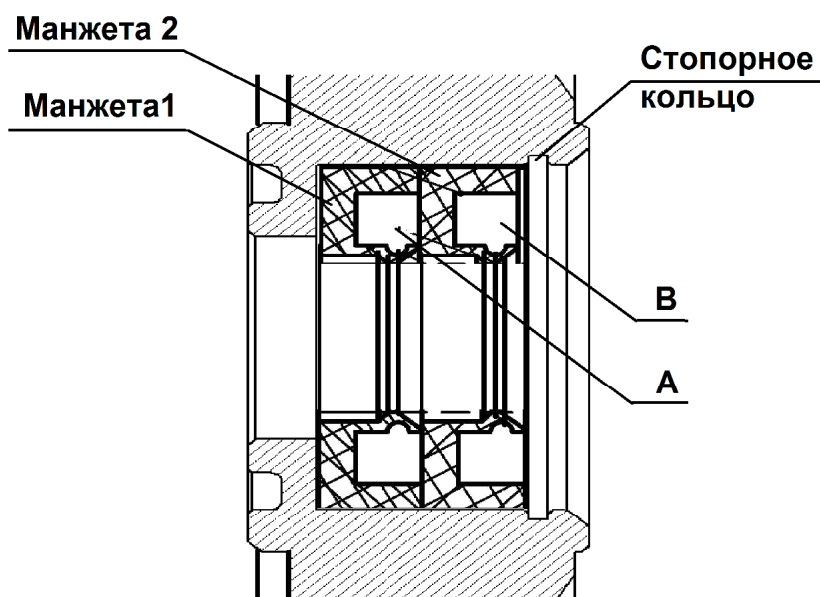

Рис.15. Схема установки манжет.
- со стороны духовки снять кольцо стопорное и снять 2 манжеты (см. рис.15);